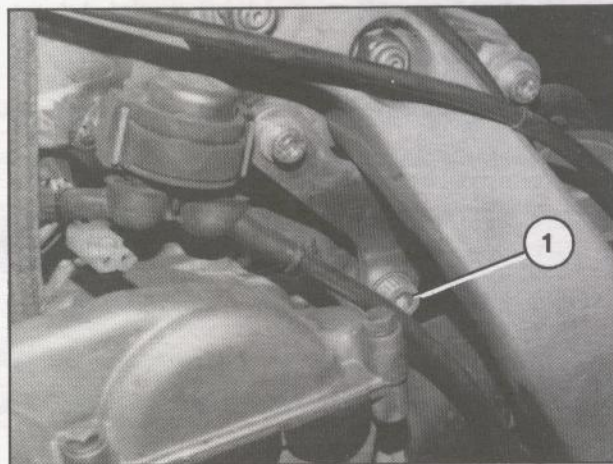

Fig. 48
- Svitare e togliere la vite (1 Fig. 48).
- Unscrew and remove the screw (1 Fig. 48).